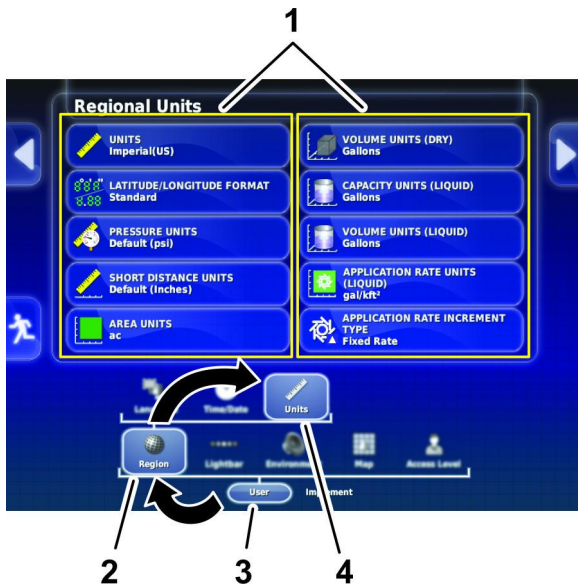

Figura 20
2. Pulse el icono USUARIO (Figura 20).
3. Pulse el icono REGIÓN (Figura 20).
4. Pulse el icono UNIDADES (Figura 20).